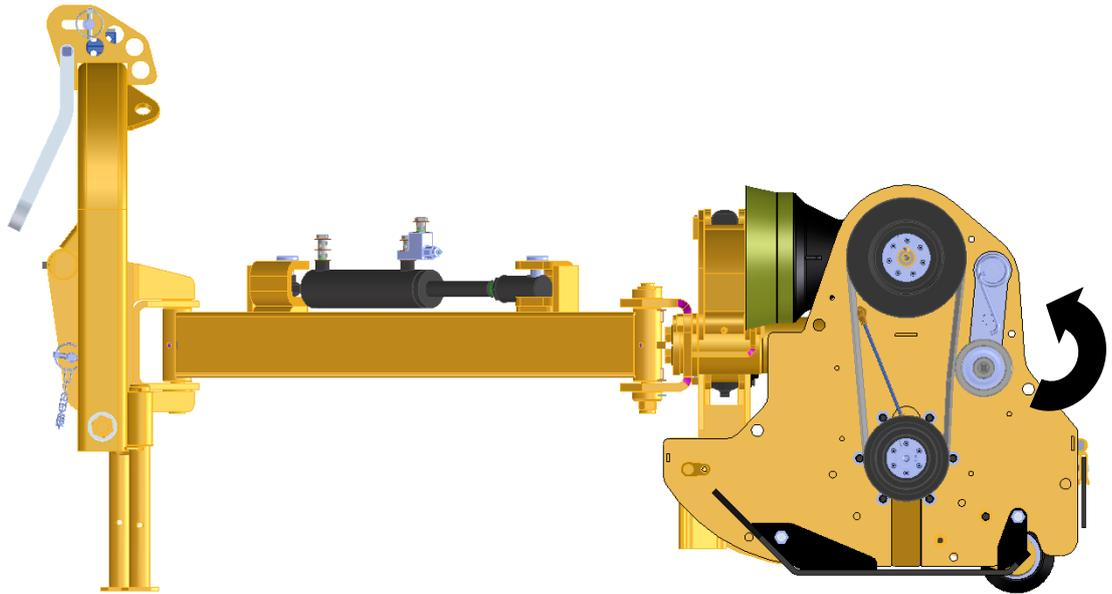

Figura 50
2. Después de haber efectuado la eventual sustitución del muelle u otra pieza dañada, coger el grupo tensor (figura 49) y colocarlo en el flanco de la trituradora, introduciendo el perno con hexágono de 30 como en la figura 50;